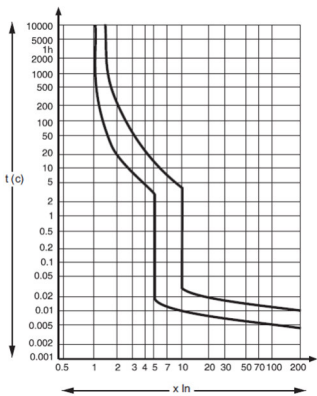

Рис. 4. Время-токовая характеристика С
8.3 Время-токовые характеристики по кривым отключения см. на рис. 4.